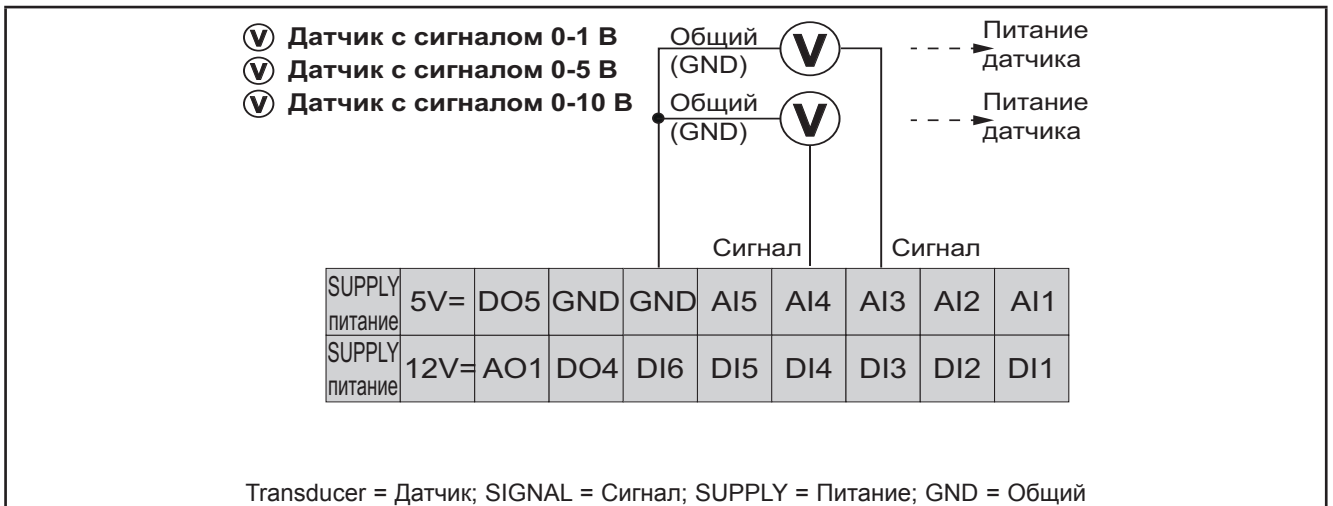

Рис. 17. Подключение датчиков с сигналом напряжения
**ПОМНИТЕ:** На Рис. 17 на странице 27, Supply: источник питания датчика от EWCM 436D PRO (5 В или 12 В).